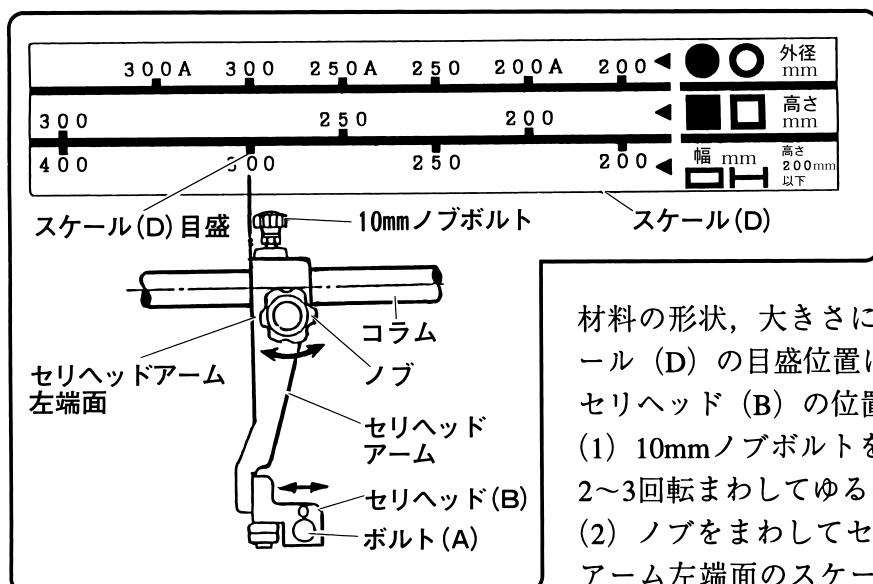

図 23
- 10mmノブボルトをゆるめ、ボルト (A) を反時計方向に2~3回転まわしてゆるめます。 (図23)
- ノブをまわしてセリヘッドアームを移動し、セリヘッドアーム左端面のスケール (D) の読みが、切断しようとする材料の形状、大きさになる位置に調整します。 (図23)